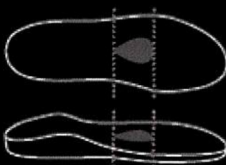

Abb. 4: retrokapitale Pelotte in Tropfenform
- Retrokapitale Pelotte in Tropfenform (Abb. 4).